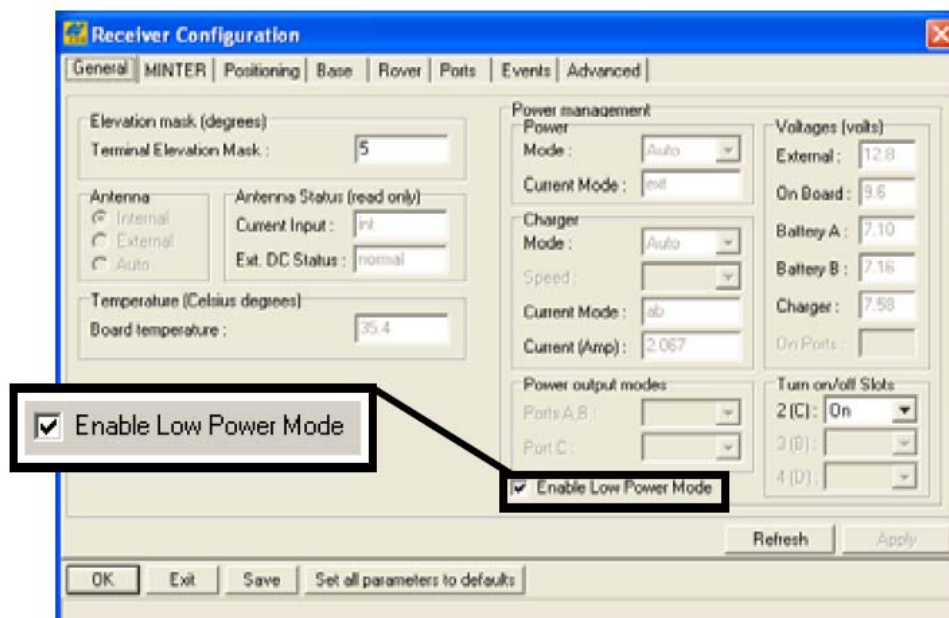

Рисунок 2-13. Установки режима питания
7. Флажок *Enable Low Power Mode* (Включить режим малого энергопотребления) позволяет перевести процессор приемника в режим малого потребления энергии (см. рис. 2-13).